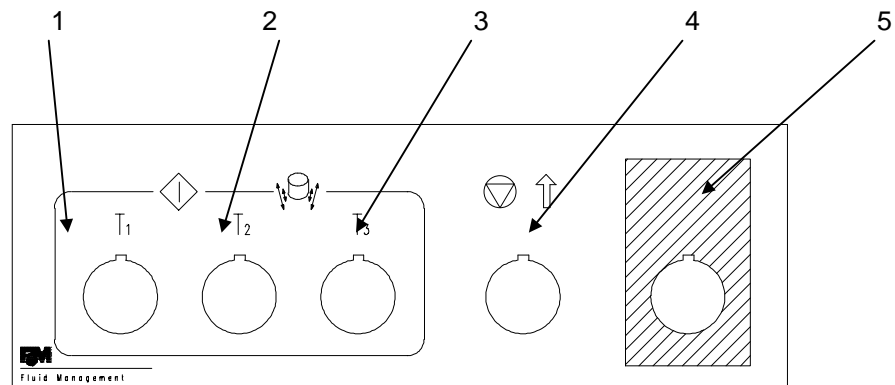

figure 10
7. Régler la minuterie (figure 9, n°1) ou un des boutons Marche (figure 10, n°1,2,3) sur la durée d'agitation souhaitée.
8. Appuyer sur le bouton Marche (figure 9, n°2), le plateau de serrage descend automatiquement et le cycle d'agitation commence. Lorsque celui-ci est terminé, le plateau de serrage remonte automatiquement. Si la machine possède des minuteries, celles-ci font aussi office de boutons de démarrage (voir figure 10, n°1, 2 et 3).
Au cours de 1997 l'agitateur SO-40a sera fourni d'un nouveau tableau de commande (voir figure 10). La machine aura alors trois boutons de démarrage (figure 10, n°1, 2 et 3): pour agiter automatiquement pendant 30, 60 ou 180 secondes. En appuyant sur plusieurs boutons de démarrage en même temps, les temps d'agitations sont additionnés (par exemple $T_1 + T_2 = 90$ secondes).